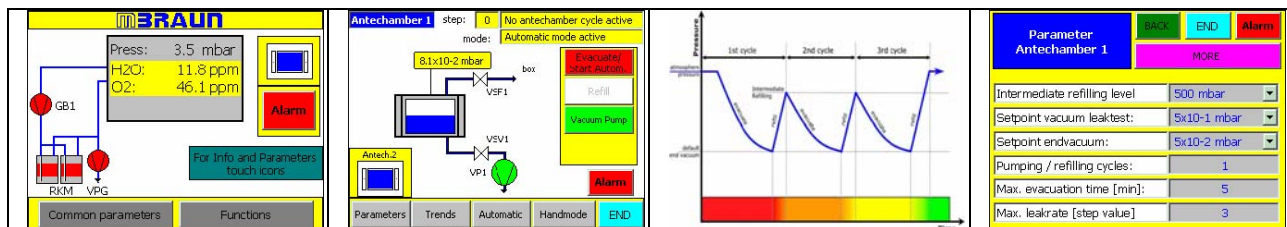

Figure 5. a, b, c, d
1. Au niveau du menu général du PLC (panneau de contrôle. Fig.5.a), appuyez sur l'icône bleue (en haut à droite du PLC).